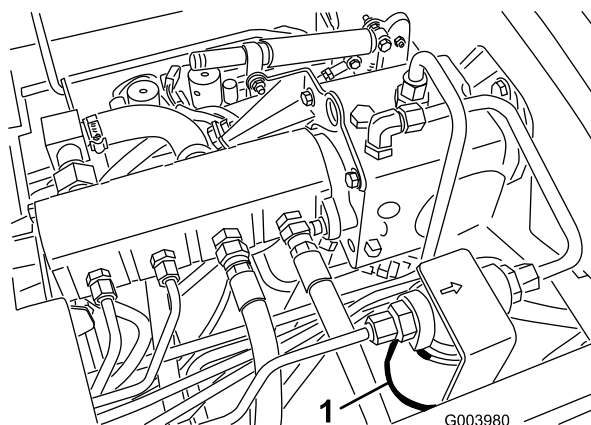
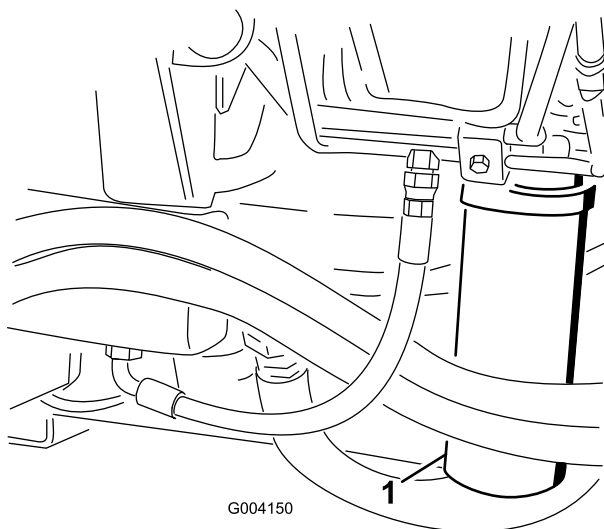

Figura 70
Figura 71
2. Limpie la zona alrededor de la zona de montaje del filtro y coloque un recipiente debajo del filtro (Figura 70 y Figura 71).